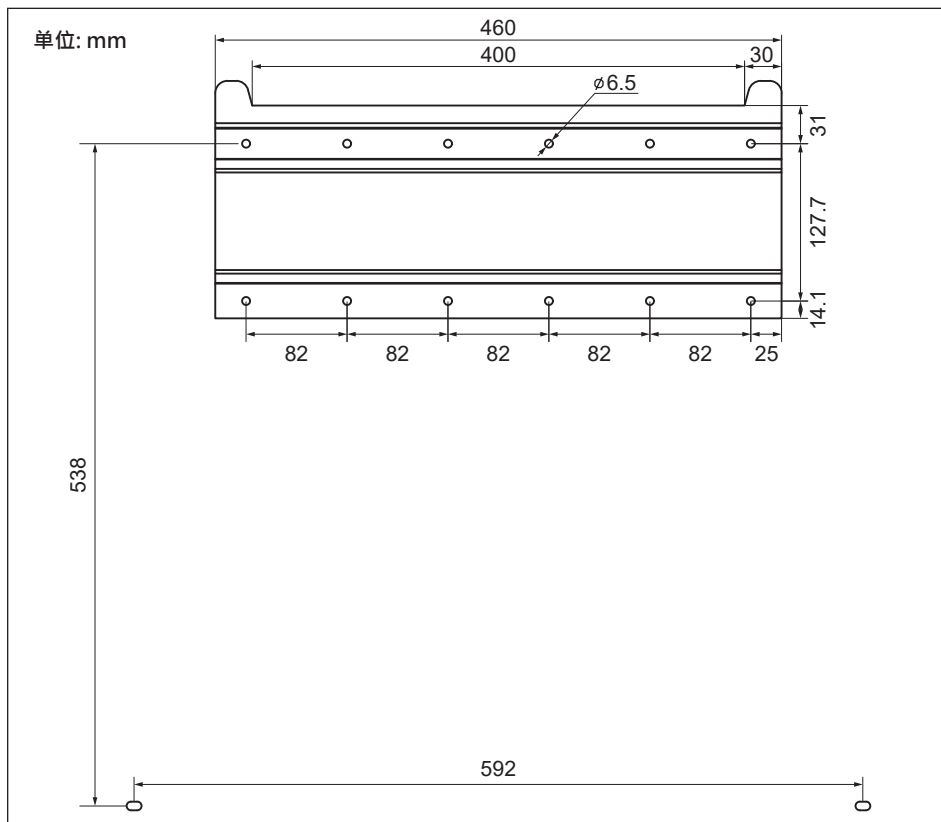

图 3-4: 壁挂架尺寸
请参考图3-4至3-9说明
2. 水平固定壁挂架(垂直于地板)，壁挂架尺寸如图3-4所示。